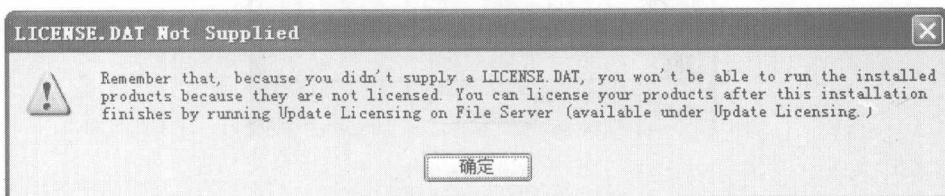

图 1.2.15 没有 License 许可文件提示
(12) 在安装结束时，系统会再次提示没有 License 许可文件，如图 1.2.15 所示，此时单击“确定”即可。